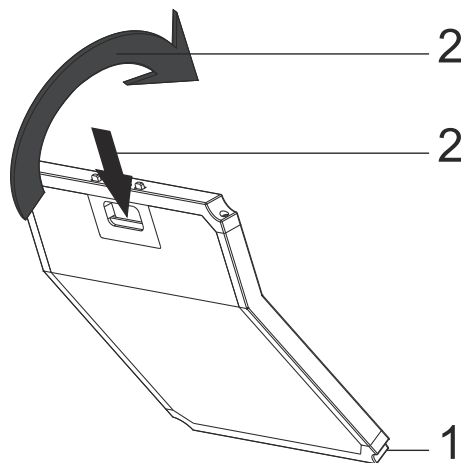

Fig. 7: FILTRO A CARBONI
- 1-Collocare la parte bassa del filtro a carboni attivi sul mobiletto del motore.Fig. 7
- 2-Premere la linguetta del filtro a carboni attivi e premerla in avanti, quindi verificare che le linguette del filtro a carboni attivi siano innestate e bloccate.Fig. 7